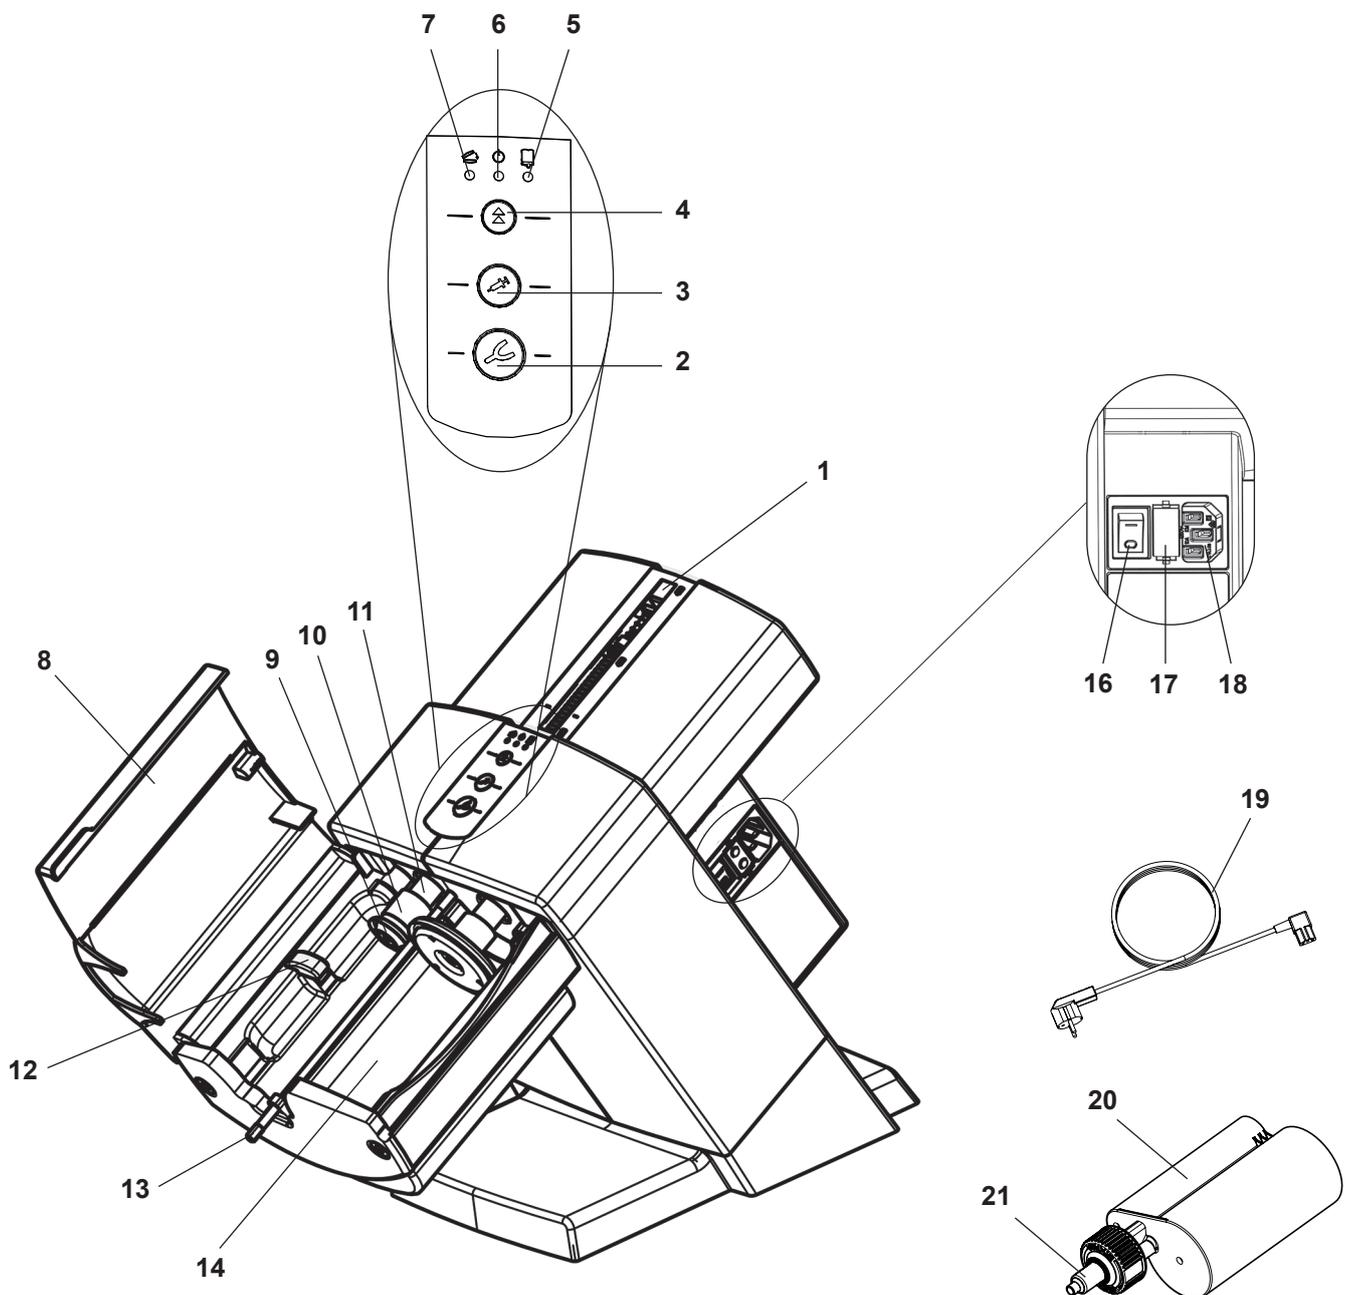

Abb. 1
- ⇒ Mitgeliefertes Netzkabel (19, Abb. 1) in den Netzanschlussstecker (18) einstecken.
- ⇒ Gerät am Netzschalter (16) einschalten.
- ⇒ Geräteklappe (8, Abb. 1) schließen.
- ⇒ Rückfahrtaste (4) drücken.
- ◆ Die Druckteller (9, Abb. 1) fahren bis in die Ausgangsstellung zurück und stoppen dort.
- ⇒ Transportsicherung (23) entfernen.
Das Einlegen, sowie der Wechsel einer Kartusche kann nur erfolgen, wenn sich die zwei Druckteller (9, Abb. 1) in der Ausgangsstellung befinden.
⇒ Geräteklappe (8, Abb. 1) schließen.
⇒ Geräteklappe (8, Abb. 1) öffnen.
Die Geräteklappe lässt sich nur bei korrekt eingelegter Kartusche schließen. Solange die Geräteklappe noch nicht ordnungsgemäß geschlossen ist, leuchtet die rote LED „Geräteklappe offen“ (7, Abb. 1).
- Dispenser (3), niedrige Auspressgeschwindigkeit
- ◆ Der Mischersechskant (13, Abb. 1) beginnt sich zu drehen und fädelt automatisch in die Mischerdüse (21, Abb. 1) ein und stoppt dann wieder.